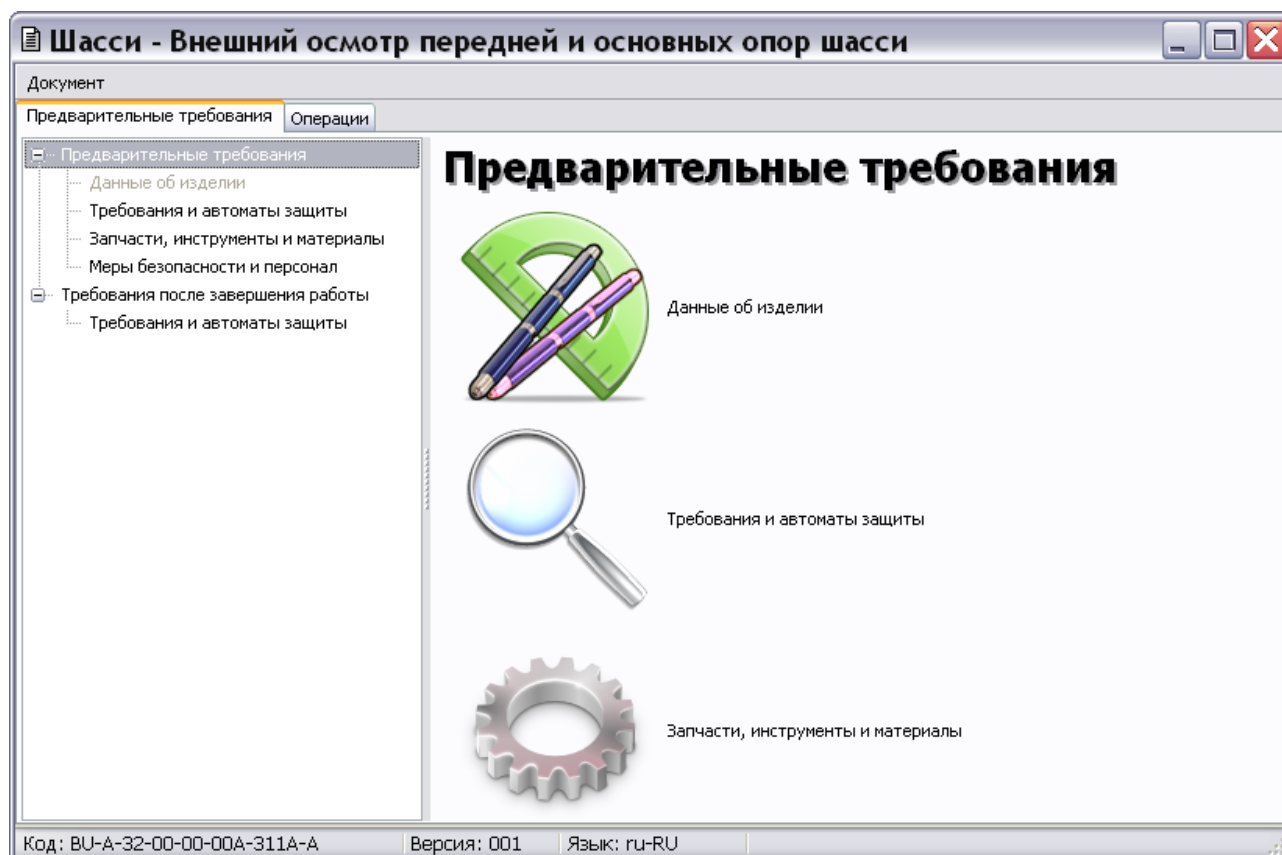

Рис. 7.3
6. Выделите созданную версию модуля данных и нажмите на кнопку . При этом откроется окно редактора техкарт. (Рис. 7.3).
На вкладке **Предварительные требования** указываются следующие данные (Рис. 7.3):